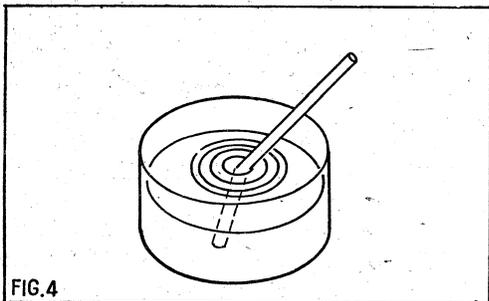
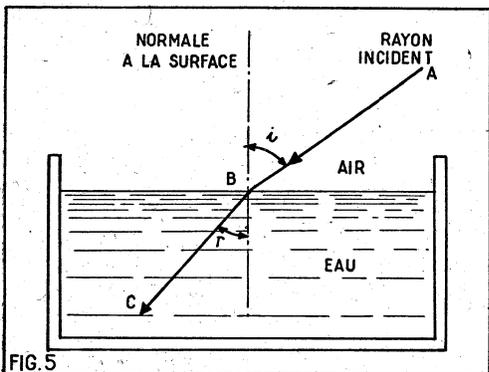

FIG. 4. — Un bâton plongé obliquement dans un liquide nous apparaît brisé. C'est l'effet de la réfraction des rayons lumineux.
FIG. 5. — La réfraction impose un brusque changement à la direction d'un rayon de lumière qui passe d'un milieu dans un autre.
La partie immergée d'un bâton que l'on plonge dans l'eau n'est pas « vue » dans le prolongement de la partie demeurant dans l'air. Cette cassure apparente est due au phénomène de la réfraction (fig. 4). Quand un rayon de lumière pénètre de l'air dans l'eau (fig. 5), il subit un brusque changement de direction au point de pénétration. On dit qu'il se réfracte. C'est le Français Descartes qui a formulé les lois de ce phénomène bien connu. L'angle d'incidence (1) et l'angle de réfraction sont liés par la loi des sinus :
Dans le cas de la figure 5, il y a brusque changement de direction parce qu'il y a une variation brutale d'indice de réfraction. Si la variation était progressive, il y aurait courbure régulière du rayon lumineux, comme nous l'indiquons sur la figure 6.